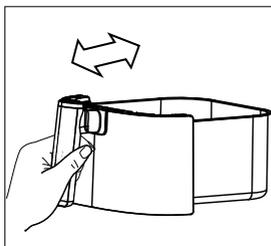
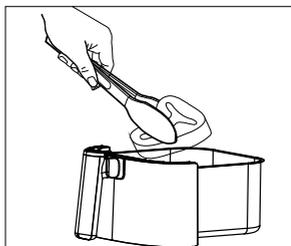

Fig. 4
Fig. 5
- ▶ Per risultati ottimali agitare il contenitore (8) (Fig. 4) oppure girare gli alimenti (Fig. 5) durante la cottura, soprattutto quei cibi che tendono a sovrapporsi.